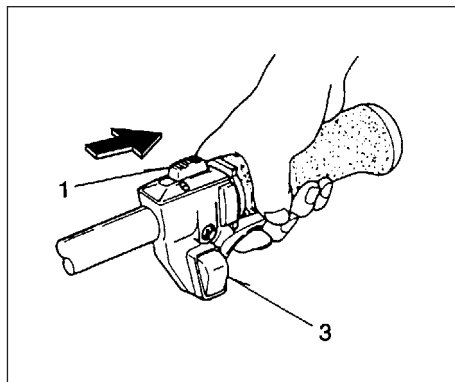

Fig. 2-2
Start (Fig. 2-2, 2B)
1. Sett tenningsbryteren (1) i posisjon ON (PÅ). (Fig. 2-2)